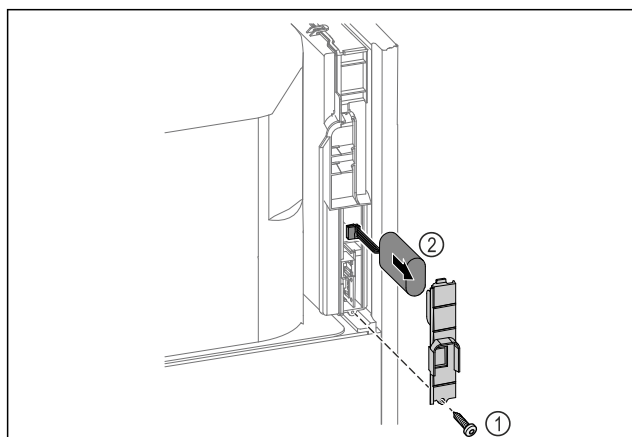

Fig. 222
- Desenroscar el tornillo y retirar la cubierta de la parte trasera del electrodoméstico Fig. 222 (1).
- Desconectar la batería y extraerla Fig. 222 (2).